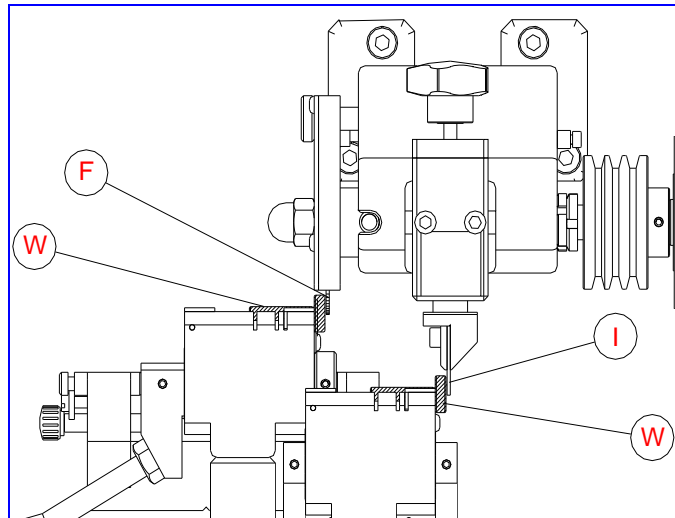
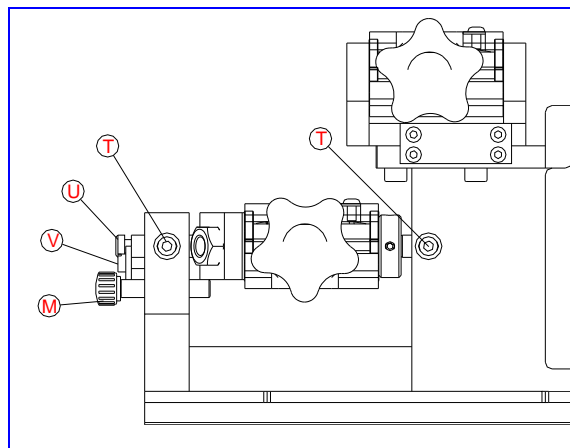

Fig.13
Fig.14
- Colocar las dos varillas de reglaje (W) haciendo tope en las mordazas, según se indica en la Fig 13. Avanzar la varilla (M) para que la mordaza se quede en su posición correcta de reglaje.
- Acercar las mordazas con las varillas de reglaje (W) hacia el índice copiador (I) y la fresa (F), de forma que las varillas de reglaje se apoyen sobre el índice copiador y la fresa.
- Aflojar los tornillos (T) y con un destornillador plano girar el tornillo(V) .Ver Fig 14 .
- Desplazar a la derecha o izquierda la mordaza hasta que la fresa gire y roce muy ligeramente la varilla de reglaje. A continuación, apretar los tornillos (T) de la mordaza y la máquina queda reglada.